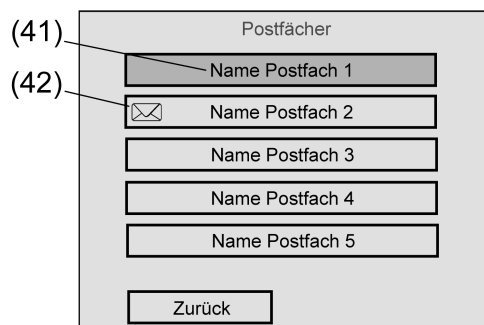

Bild 40: Systemseite für Postfächer
Das Tableau sendet automatisch ein "0"-Telegramm über die Postfachobjekte auf den Bus aus, sobald der Bediener des Tableaus vor Ort auf der Systemseite "Postfächer" (siehe Bild 40) ein Postfach öffnet und sich auf diese Weise die Inhalte anzeigen lässt.
Der Bediener des Tableaus kann sich jederzeit die Inhalte seiner Postfächer auf dem Gerätebildschirm anzeigen lassen und somit E-Mail Nachrichten lesen. Zu diesem Zweck muss die Systemseite "Postfächer" vom Bediener aufgerufen werden (siehe Bild 40). Der Sprung auf diese Seite ist durch einen Seitenaufruf einer Funktionstaste möglich.
- i** Neu eingetroffene E-Mail Nachrichten werden am Bildschirm nicht signalisiert, solange die Posteingangs-Anzeigeseite angezeigt wird oder der Lesemodus aktiv ist. Neue Nachrichten werden erst dann durch das "Brief-Symbol" auf dem Bildschirm sichtbar (siehe Bild 40), sobald die Posteingangs-Anzeigeseite verlassen wird. Beim nächsten Aufruf der Anzeigeseite können dann neu eingetroffene Nachrichten gelesen werden.